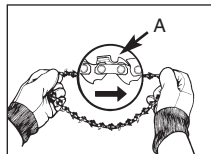

Abb. 4A
1. Extienda la cadena en forma de lazo con el filo de cortado (A) apuntando en DIRECCION DE LAS MANECILLAS DEL RELOJ a lo largo del lazo (Fig. 4A).